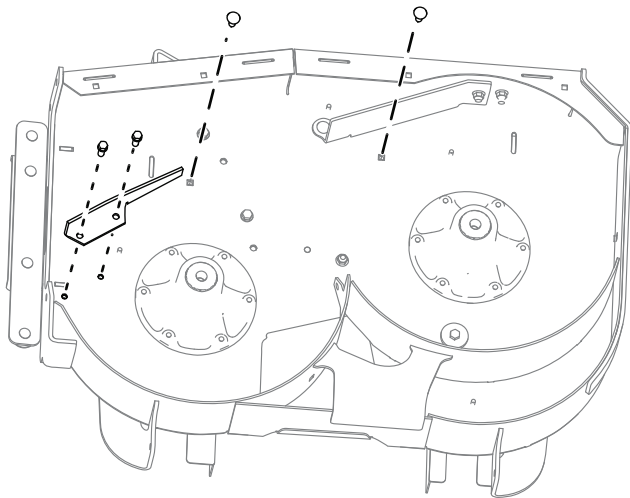

Figura 2
4. Retire los 2 pernos y tuercas que sujetan el protector direccional a la carcasa, y retire el protector (Figura 2).